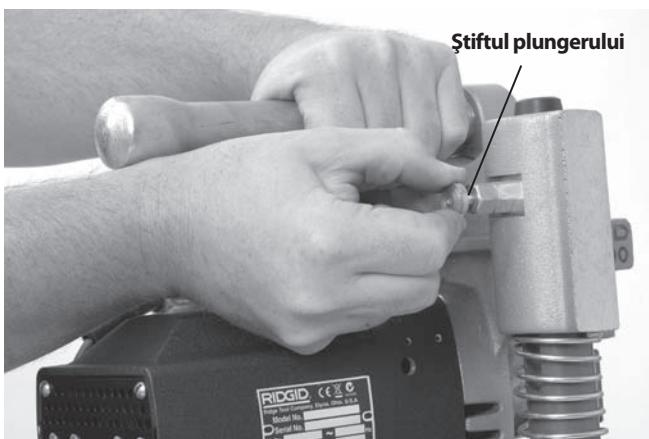

Figura 7 – Separarea ansamblurilor bazei și motorului
- Piese defecte, uzate, lipsă, nealiniiate sau gripate. Asigurați-vă că ansamblul motorului se mișcă lin și liber în sus și în jos pe stâlpii ansamblului bazei. Confirmați că lanțul și maneta pivotantă se mișcă liber. Pe HC-300, confirmați că șiftul plungerului funcționează corespunzător și reține ansamblul motorului la ansamblul bazei (figura 7).
- Cu dispozitivul de perforare HC-300 pe o suprafață stabilă, fixă, trageți plungerul din spatele stâlpului din stânga (figura 7) și ridicați ansamblul motorului de pe ansamblul bazei.